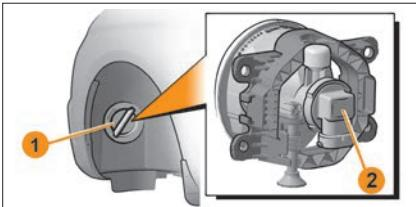

Рис. 15. Посадочное место фонаря освещения номерного знака
- воздействуя на пружинную защелку **3** с правой стороны фонаря лезвием ключа, аккуратно сдвиньте ее влево и выведите фонарь из посадочного места (рис. 15);